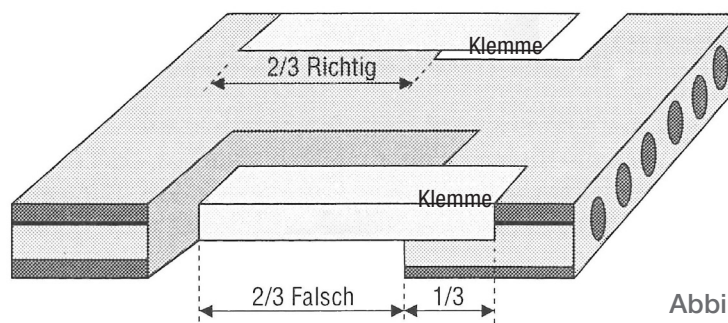

Abbildung 6
- **Einklemmzone beachten:** Kann diese nicht eingehalten werden, muss die Lage der Klemmen an der Traverse verändert werden, oder es muss ein anderes Hebemittel zum Anschlag an der Spannbetondecke benutzt werden (siehe Abb. 6).